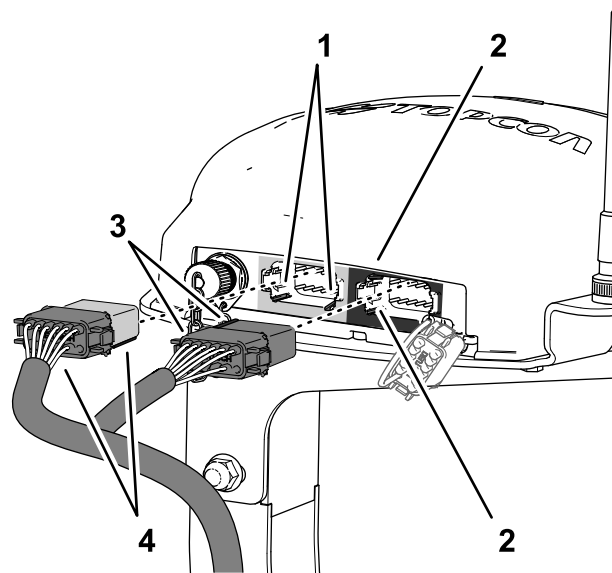

Bild 200
3. Fluchten Sie die zwei Schlüssel an der langen Seite des grauen und schwarzen 12-Buchsen-Steckers des Datenkabelbaums mit den zwei Schlüsselschlitzen in der unteren, horizontalen Wand des linken (grauen) 12-Stift-Steckers des Navigationsempfängers aus (Bild 200).
4. Stecken Sie den grauen und schwarzen 12-Buchsen-Stecker des Datenkabelbaums in den linken (grauen) 12-Stift-Stecker des Navigationsempfängers, bis die Stecker fest einrasten (Bild 200).
5. Fluchten Sie die zwei Ausrichtungsschlüssel an der kurzen Seite des schwarzen 12-Buchsen-Steckers des Datenkabelbaums mit den zwei Schlüsselschlitzen in der linken vertikalen Wand des rechten (grauen) 12-Stift-Steckers des Navigationsempfängers aus (Bild 200).
6. Stecken Sie nur den schwarzen 12-Buchsen-Stecker des Datenkabelbaums in den linken (schwarzen) 12-Stift-Stecker des Navigationsempfängers, bis die Stecker fest einrasten (Bild 200).